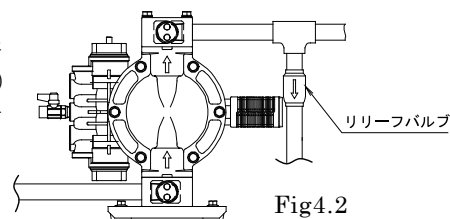

Fig4.2
- ❗ ポンプの設置場所の環境によって移送液材の体積変化が大きい場合は、吐出側にリリーフバルブを取り付けて許容圧力値で開放するようにしてください。（Fig.4.2 参照）液材の体積変化によりポンプ内圧が許容圧力を越えた場合、破損の原因となります。